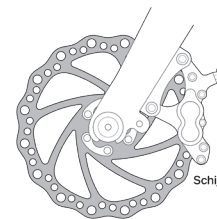
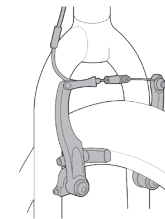

fig. 14
fig. 15
1. Als uw fiets velgremmen heeft, maakt u het snelsluitmechanisme van de rem los om de afstand tussen de band en de remblokjes te vergroten (zie hoofdstuk 4.C, figs. 14 t/m 17, pag. 20).
1. Als u een fiets met versnellingen en een derailleurstelsel heeft: schakel de achterste derailleur dan in de hoogste versnelling (het kleinste, buitenste achtertandwiel). Als u een interne naafversnelling achter heeft, neem dan contact op met uw dealer of raadpleeg de instructies van de naafabrikant voordat u probeert om het achterwiel te verwijderen. Als u een fiets zonder versnellingen heeft, met velg- of schijfremmen, ga dan naar stap (4) hieronder.
2. Als uw fiets velgremmen heeft, maakt u het snelsluitmechanisme van de rem los om de afstand tussen de velg en de remblokjes te vergroten (zie hoofdstuk 4.C, fig. 14 t/m 17, pag. 20).
3. Sommige fietsremmen, zoals schijfremmen (fig. 14) en V-brakes (fig. 15) zijn buitengewoon krachtig. Gun uzelf de tijd om aan deze remmen te wennen en wees voorzichtig als u deze remmen gebruikt.
De meeste velgremmen beschikken over één of ander quick-releasesysteem om de remblokken verder van de band af te zetten, om het uitnemen en terugzetten van een wiel te vereenvoudigen. Als het quick-releasesysteem open staat, kunt u de remmen niet gebruiken. Vraag dit na bij uw dealer om er zeker van te zijn dat u begrijpt hoe het quick-releasesysteem op uw fiets werkt (zie fig. 14, 15, 16, 17 en 18) en controleer altijd of beide remmen goed werken voordat u op de fiets stapt.